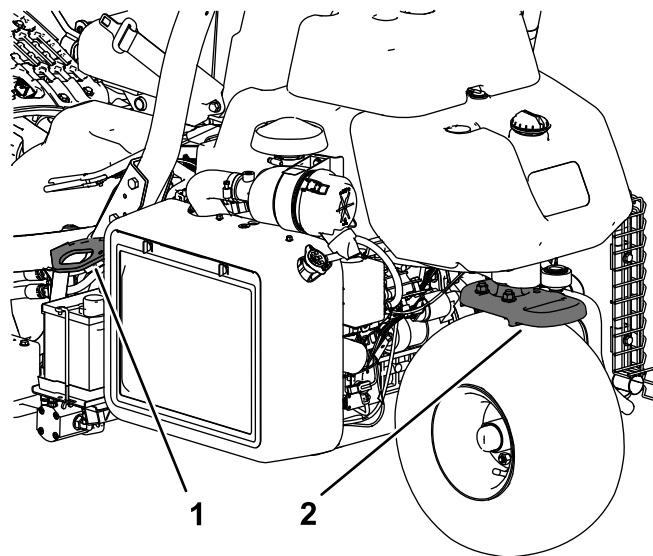

Bild 26
- Befestigen Sie die Maschine sicher mit Gurten, Ketten, Kabeln oder Seilen. Die vorderen und hinteren Gurte sollten nach unten und außerhalb der Maschine verlaufen (**Bild 26**).